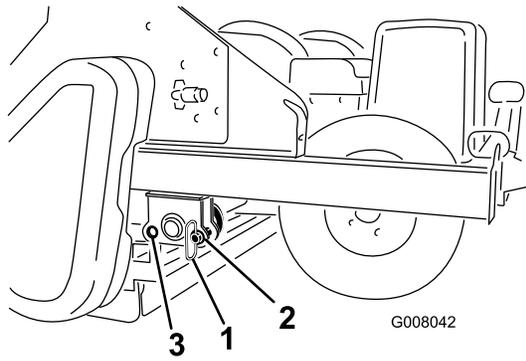

Bild 15
12. Nehmen Sie die Parkstifte beim Betrieb aus dem vorderen Loch und stecken sie in das hintere Loch (Bild 15).